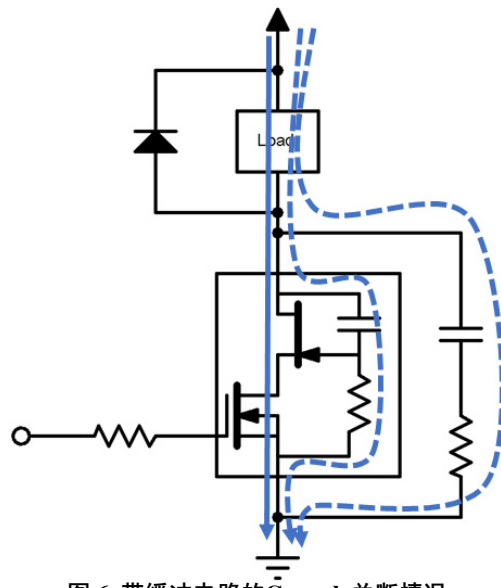
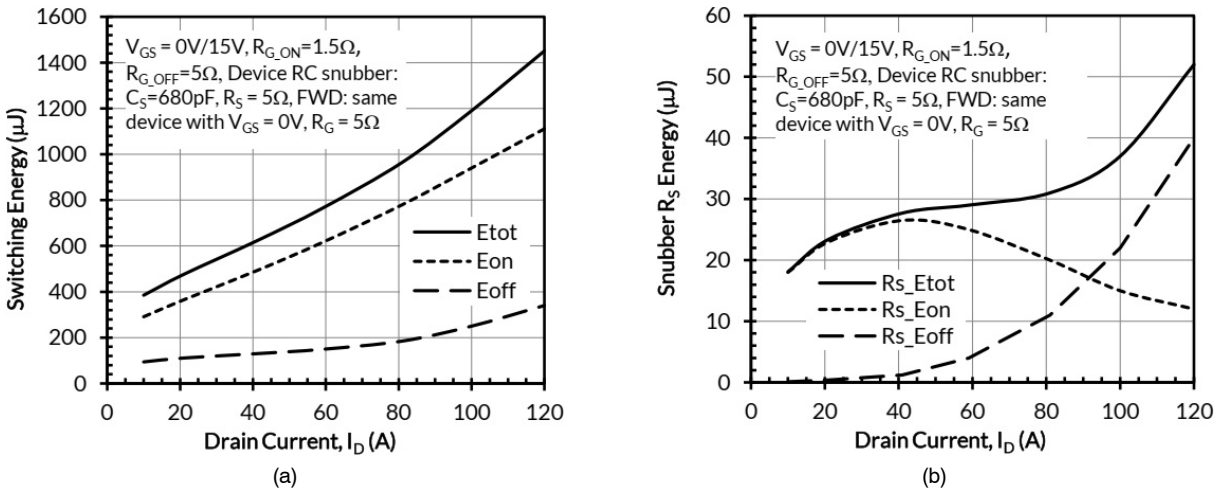
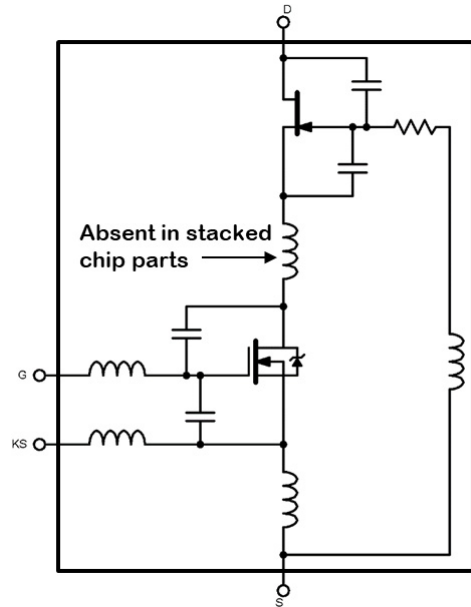

图 6. 带缓冲电路的 Cascode 关断情况
图 8. UJ4SC075005L8S 的 (a) 开关损耗与电流的关系，以及 (b) 缓冲电阻能量与电流的关系
图 10. 包括杂散电感和相关电容在内的Cascode
大多数 cascode 结构的关断损耗 (E_{off}) 低于开通损耗 (E_{on})。这一特性在数据手册的开关损耗与电流关系图中明显体现，如图 8(a) 所示。cascode 结构的固有开关速度主要由 JFET 电容及其片上栅极电阻决定，这些参数通过设计进行调整使总开关损耗具有竞争力： $E_{total} = E_{off} + E_{on}$ 。应用 cascode 的主要目的是减慢关断速度，以抑制电压过冲和振铃。因此，理解 cascode 的电容特性非常重要。图 6 展示了一个带有感性负载的 cascode 在关断时的情况。图中标注了其输出电容（等于 JFET 的栅漏电容）、片上 JFET 栅极电阻，以及 SiC JFET 与 Si MOSFET。
图 6 中的实线箭头表示 cascode 导通时流经感性负载和 cascode 的电流。当 cascode 关断时，它变为电阻特性，随着 cascode 漏极-源极电压的增加，电流转向输出电容和 JFET 栅极电阻。由于缺乏栅极-漏极电容，只有负载电流会对 cascode 输出电容充电；cascode 栅极不会强制流过电流。这使得 cascode 的栅极电荷较低，并且不受 dV/dt 感应（寄生）导通的影响，这些都是 cascode 的吸引人之处。然而，这也对开关速度控制提出了挑战：由于 cascode 输出电容的充电过程不涉及栅极电流，调整 cascode 栅极电阻无法直接调节开关电压压摆率 (dV/dt)。栅极电阻可以调整 cascode MOSFET 的开关速度，从而可以间接调整开关电流压
摆率 di/dt 。（这只是一种简化的解释，因为如果 cascode 栅极电阻足够大， dV/dt 就可以调节，但这样开关延迟时间就会过长）。由于 cascode 的关断速度相对于导通速度更快（见图 8(a)），建议在硬开关应用中使用关断缓冲电路，通常采用电阻电容 (RC) 缓冲器的形式，连接在漏极和源极之间。该设计通过增加
外部可调的输出电容和阻尼电阻，对 cascode 结构的固定输出电容进行补偿。图 6 显示了关断期间从 cascode 分流出的额外电流，从而降低了 cascode 的 dV/dt 和 di/dt 。这种方式有效弥补了仅通过栅极电阻调节开关速度的局限性。
图8(a)展示了UJ4SC075005L8S cascode在硬开关条件下的损耗与电流的关系。从图中可以看出，导通时的开关损耗显著高于关断时的损耗，这是许多cascode器件的典型特征。图8(b)则显示了相同器件对应的缓冲电阻的能量损耗。总的缓冲损耗占总硬开关损耗的3%到5%。需要注意的是，如果没有缓冲电路，通常会出现过多的关断电压过冲和振铃现象。使用缓冲电路后，无论是导通还是关断，Cascode的 V_{DS} （漏源电压）、 V_{GS} （栅源电压）以及 I_D （漏极电流）波形都会受到抑制。实践证明，缓冲电
我们再次以图6中带有感性负载的cascode关断过程为例，图10重新绘制了这一过程，但包括了杂散电感。当cascode中的MOSFET关断时，其电阻增大，漏源电压随之上升。实际上，除非cascode的栅极电阻异常大，cascode的MOSFET在关断过程中都会发生雪崩击穿，将JFET的栅源电压钳位在 -25 V 。这对